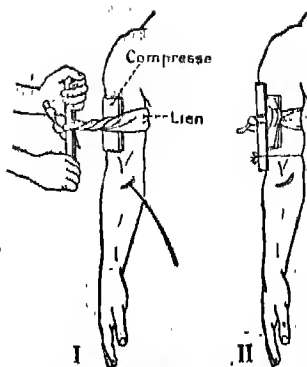

Fig. 6. — Pose d'un garrot.
a) Le garrot comporte l'application, entre le cœur et la plaie, d'un lien que l'on serre jusqu'à interruption de la circulation. A défaut d'une bande de caoutchouc, on peut prendre une corde, une serviette ou un grand mouchoir plié. On entoure le membre de ce lien, puis on passe, à une extrémité, un bâton avec lequel on serre en tournant. Une compresse empêche les lésions de la peau (fig. 6, 1). Quand le sang cesse de couler, on fixe le bâton (avec une ficelle liée autour du membre),
de façon que le lien ne se desserre pas (fig. 6, II).